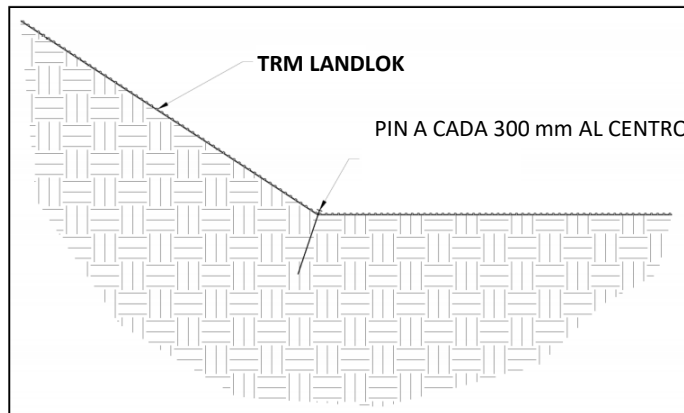

Figura 16: Interface de cambio de pendiente
- Se sugiere que en el cambio de pendiente hacia el lecho del canal, los pines se instalen a cada 300 mm (Figura 16).